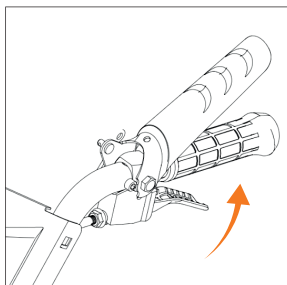

Рис. 18
- Нажмите рычаг освобождения захватов (Рис. 18).